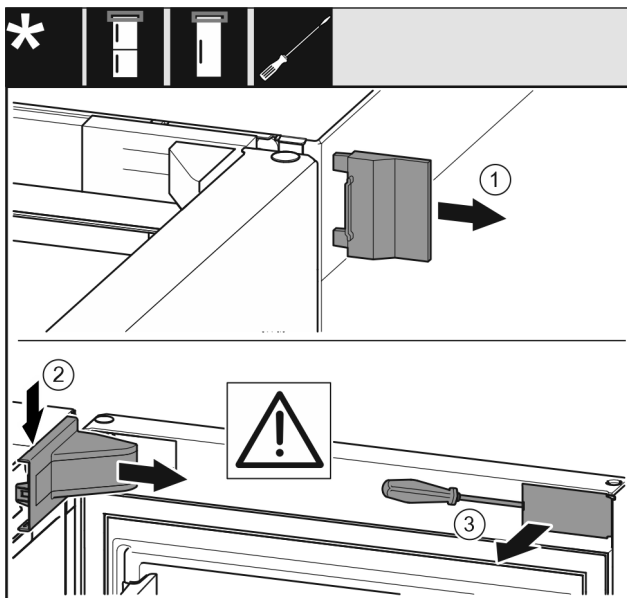

Fig. 14
- ▶ Зніміть зовнішню кришку. Fig. 14 (1)
- ▶ Звільніть і ослабте кришку опорного кронштейна. Зніміть кришку опорного кронштейна. Fig. 14 (2)
- ▶ За допомогою шліцевої викрутки звільніть накладку від фіксатора та поверніть убік. Fig. 14 (3)